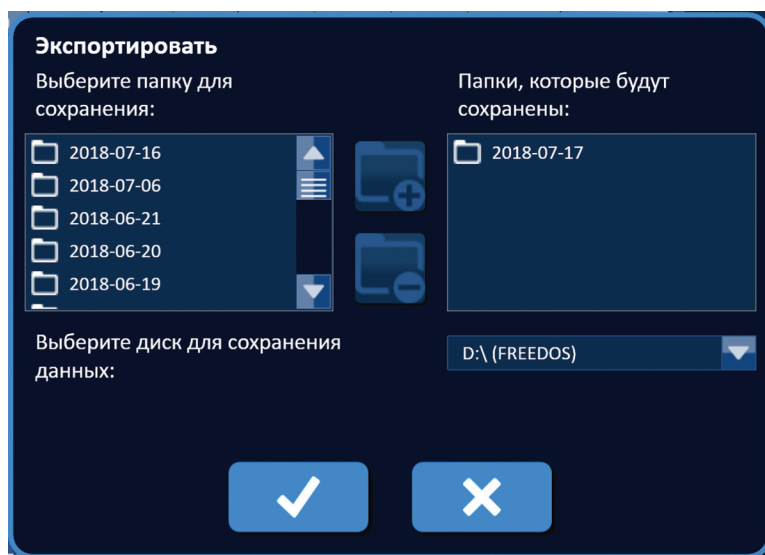

Рисунок 9.1.3. Диалоговое окно «Экспорт» — добавить папку
2. Нажмите кнопку «Добавить папку» , чтобы добавить выбранную папку в текстовое поле «Папки для сохранения», рисунок 9.1.3.